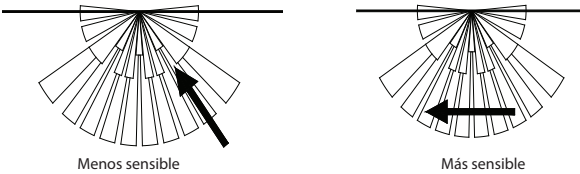

Figura 3
- Siempre que sea posible, monte el sensor en la esquina de la habitación para que el camino lógico de una persona interfiera el patrón de detección del ventilador. Los sensores PIR responden más eficazmente al movimiento a lo largo del dispositivo que al movimiento directamente hacia él. (FIGURA 3).